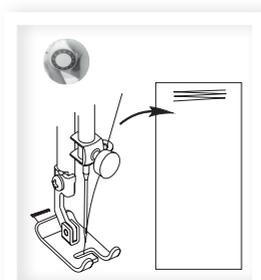

fig.1
Selecione o ponto número (12) no botão seletor de pontos, acione a máquina em baixa velocidade e faça de 3 a 4 pontos, pare a máquina e levante a agulha girando o volante em sua direção (**fig. 1**).